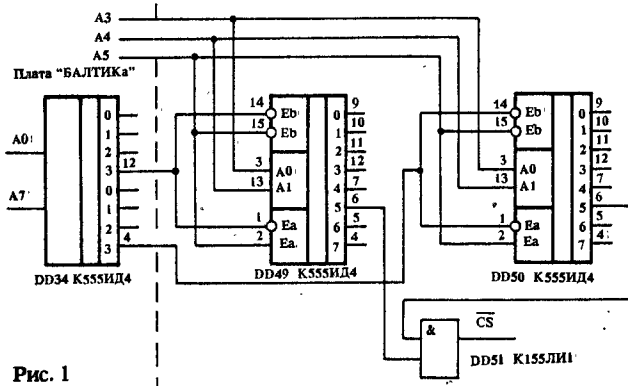

Рис. 1
1. Дешифратор адреса внешних устройств проще всего собрать по схеме, представленной на рис.1. Она не требует внесения изменений в схему компьютера и использует минимум паяк на основной плате. Внешние устройства подключаются аналогично тому, как включена штатная ИМС КР 580ВВ55А. При этом с выхода DD49 (продолжение нумерации микросхем по схеме ПК "Балтик", "РЛ" N4/91 г.) снимается сигнал RD, а соответствующего ему выхода DD50 — сигнал WR. Для получения сигнала CS можно объединить по "И" соответствующие выходы